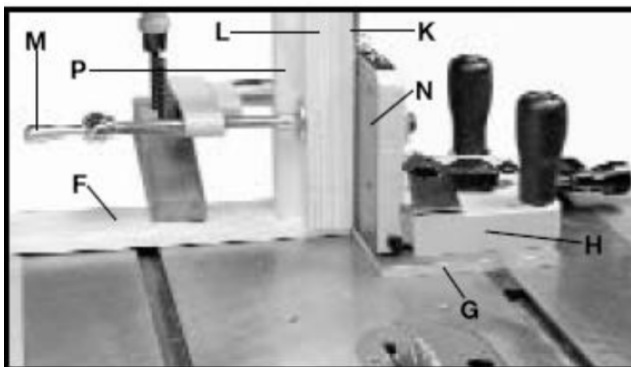
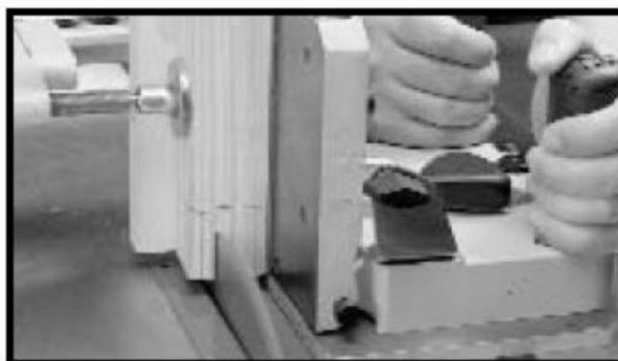
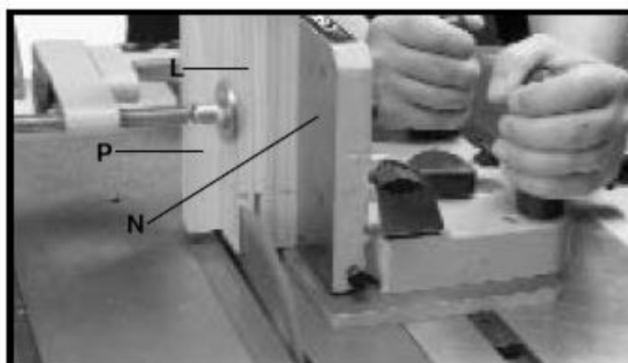
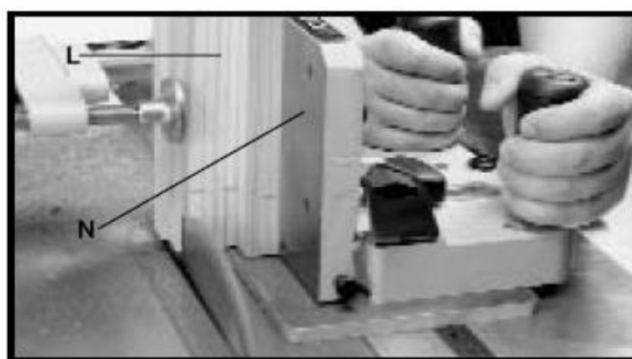

Рисунок 29
Рисунок 30
Рисунок 31
Рисунок 32
**ВНИМАНИЕ: ДЕРЖИТЕ РУКИ НА РУКОЯТКАХ УСТРОЙСТВА ПРИ ВЫПОЛНЕНИИ ПРОПИЛОВ (СМ. РИС. 30 И 31).**
Существует несколько способов вырезания элементов шипового соединения «в гнездо». Следующая информация отображает один из наиболее простых и безопасных методов. При этом методе сначала выполняются торцевые резы, а затем – боковые. Упор основания (F), Рис. 29, имеющий ту же толщину, что и пластина основания (G) шипорезного устройства (H), и разделительный блок (K), равный суммарной толщине шипа и пильного диска, сделают операцию более эффективной. Этот метод устраняет возможные ошибки, связанные с разницей в толщине заготовок, и предотвращает попадание вырезаемых кусков древесины между пильным диском и вертикальным упором (N).
1. Прижмите упор основания (F), Рис. 29, имеющий ту же толщину, что и пластина основания (G) шипорезного устройства (H), к столу станка, как показано на рисунке, так, чтобы шипорезное устройство могло перемещаться, не касаясь его.
2. Изготовьте разделительный блок (K), Рис. 29, равный суммарной толщине шипа и пильного диска.
3. С шипорезным устройством (H), Рис. 29, расположенным в передней части стола и над упором основания (F), поместите разделительный блок (K) и заготовку (L) в струбцину и зажмите их, вращая рукоятку струбцины (M). Убедитесь, что обе деревянные детали прижаты к вертикальной опорной пластине (N) и упорному брусу (P), как показано на рисунке.
4. Аккуратно переместите шипорезное устройство (H), Рис. 29, подводя деревянную заготовку к пильному диску. Настройте шипорезное устройство (H) по отношению к пильному диску для выполнения первого торцевого реза. Затем верните шипорезное устройство в переднюю часть стола.
6. Включите станок и произведите первый конструктивный угловой пропил, как показано на Рис. 30, медленно подавая шипорезное устройство к пильному диску до тех пор, пока пильный диск не выйдет с обратной стороны заготовки. Выключите станок и дождитесь полной его остановки, затем медленно верните шипорезное устройство в положение, показанное на Рис. 29.
7. Ослабьте струбцину (M), Рис. 29, достаньте разделительный блок (K) и зажмите заготовку (L), Рис. 31, в струбцину, не меняя ее положения относительно вертикального упора (N) и упорного бруска (P), как показано на рисунке. Включите станок и выполните второй конструктивный рез.
8. Установите заготовку (L) в шипорезное устройство, как показано на Рис. 32, и настройтесь на выполнение третьего и четвертого внешнего реза. Включите станок и выполните внешние резы (запилы) точно так же, как вы выполняли конструктивные резы. ПРИМЕЧАНИЕ: при выполнении внешних резов нет нужды использовать разделительный блок (K), Рис. 29, так как разница в ширине внешних выступов не так критична, по сравнению с конструктивными выступами. Всего лишь разверните заготовку на 180 градусов.